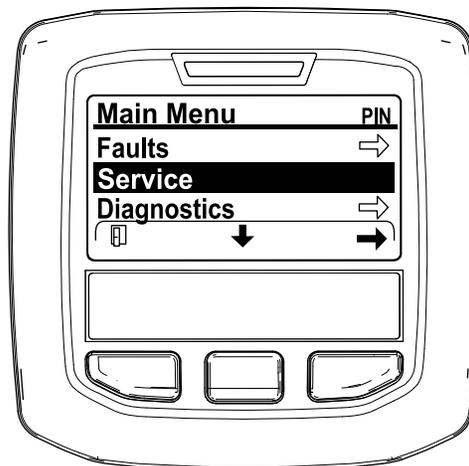

Рисунок 47
2. Перейдите в MAIN MENU (ГЛАВНОЕ МЕНЮ), нажмите среднюю кнопку, чтобы перейти вниз к SERVICE MENU (МЕНЮ ТЕХОБСЛУЖИВАНИЯ), и нажмите правую кнопку, чтобы выбрать опцию SERVICE (ТЕХОБСЛУЖИВАНИЕ) (Рисунок 47).